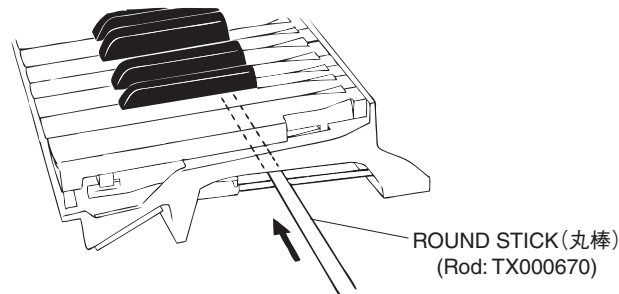

Fig. 17 (図17)
- * After inserting a round stick (Rod: TX000670) between the frame and the keys, remove the circuit boards. (Fig. 17)
- ※ シートをはずす前に、接点ゴムを歪ませないように、フレームとハンマーの間に丸棒（ロッド：TX000670）を挿入しておきます。（図 17）